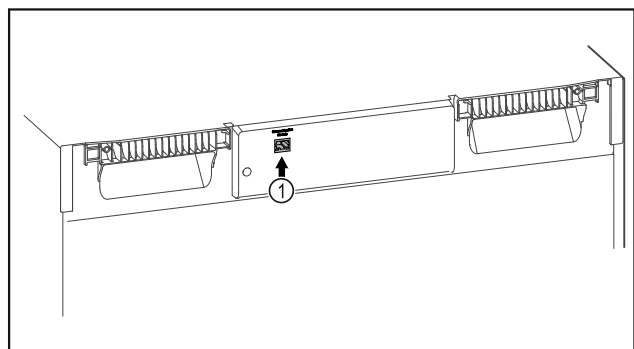

Fig. 84
- Използва се SmartModule Fig. 84 (1).